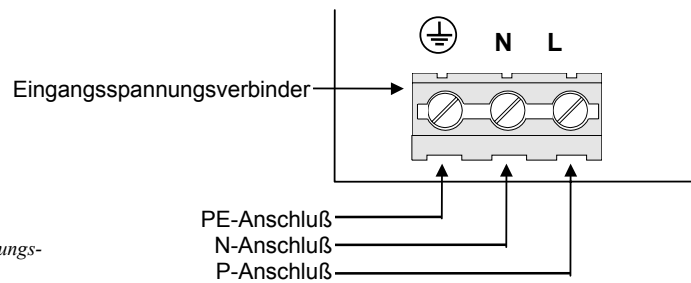

Abbildung 4.
- Schließen Sie das PE-Netz kabel (gelb/grün) an den Netzspannungsanschluß der Platine an; siehe Abbildung 4.